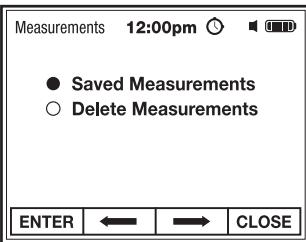

Fig. 17
- Utilice los botones de función para acceder a las mediciones guardadas (Fig. 17).
- Utilice los botones de función para seleccionar e INGRESAR Mediciones Borradas (Fig 17).